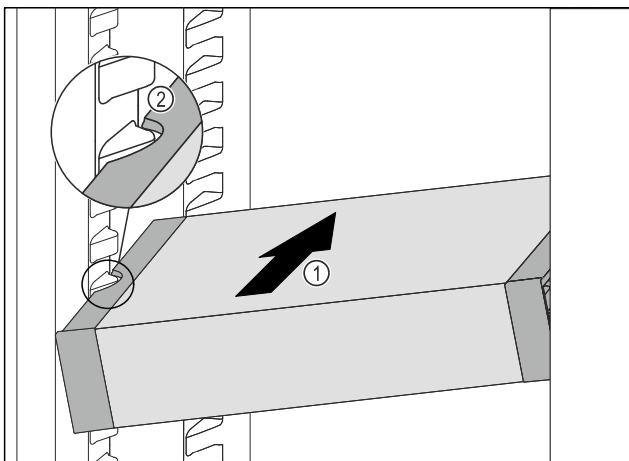

Fig. 119
- ▶ Вставити висувний ящик VarioSafe під кутом в охолоджувальне відділення Fig. 119 (1), доки бокові поглиблення Fig. 119 (2) VarioSafe не будуть розташовуватися на рівні ребра для ємності в охолоджувальному відділенні.